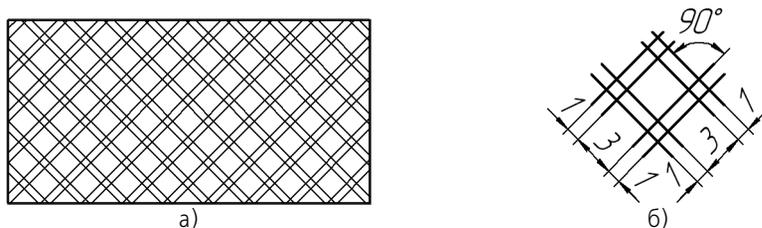

Рис. 131.14. Стиль штриховки Изоляционный слой:
**Задание.** Создайте стиль штриховки **Изоляционный слой** (рис. 131.14). Стиль линии штриховки – Тонкая.